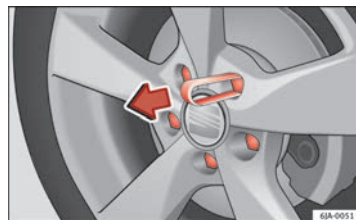

Abb. 120 Rad: Radschrauben mit Abdeckkappen
- Schieben Sie die Kunststoffklammer (Bordwerkzeug) so weit auf die Abdeckkappe, bis sie einrastet ⇒ Abb. 120.